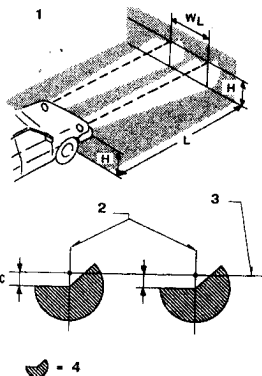

Рис. 12.34 Схема регулировки света фар (См. Раздел 19)
3. Установите автомобиль перед стенкой или экраном, так как показано на Рис. 12.34.